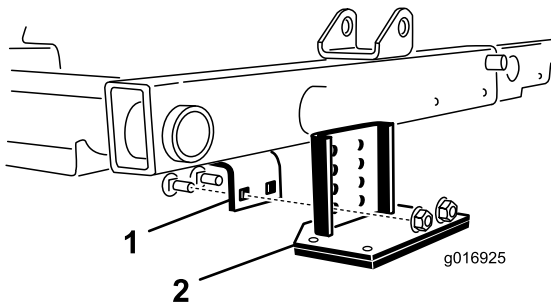

Bild 40
2. Finden Sie die Rahmenhalterung über dem mittleren Mähwerk (Bild 40).
3. Drücken Sie die Frontrolle des mittleren Mähwerks nach unten und ermitteln Sie, welche Löcher in der Kipphalterung mit den Löchern in der Rahmenhalterung ausgefluchtet sein müssen, um denselben Rollenkontakt zu erhalten, wenn die Kipphalterung montiert ist (Bild 40).
4. Senken Sie die Mähwerke ab und befestigen Sie die Kipphalterung mit den im Lieferumfang des Kits enthaltenen zwei Schlossschrauben und den zwei Muttern am Rahmen (**Bild 40**).